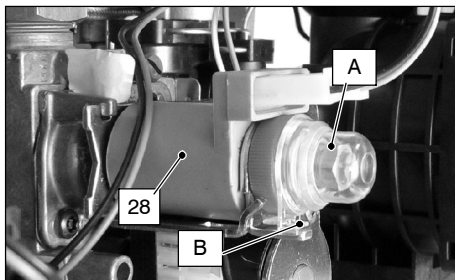

fig. 7.2
- 7 Rimuovere il tappino di protezione "A" dell'operatore modulante 28 in fig. 7.2 ruotandolo in senso orario per liberlo dal fermo "B" e facendo leva con un cacciavite piatto nella scanalatura.